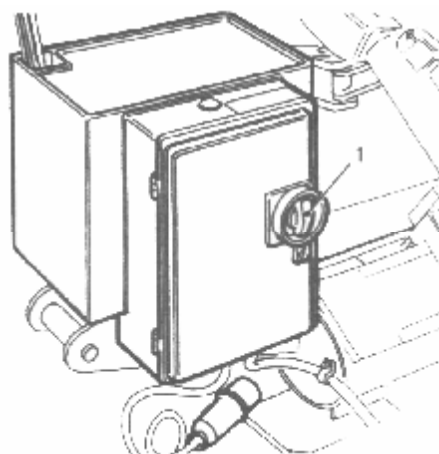

Рисунок 4
- 1.- Электрошкаф (рисунок. 4)
Электродвигатели имеют соответствующие автоматы перегрузки, которые находятся в электрошкафу.(рисунок. 4)